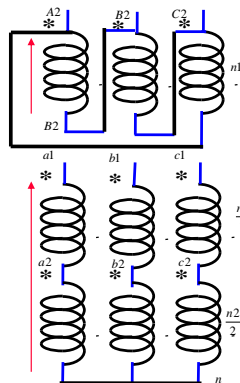

Figure 4 – Transformateur triphasé.
**Exercice 1.6 :** Déterminez le rapport de transformation et l'indice horaire du transformateur ci-dessous (Figure 4). Donnez son appellation.